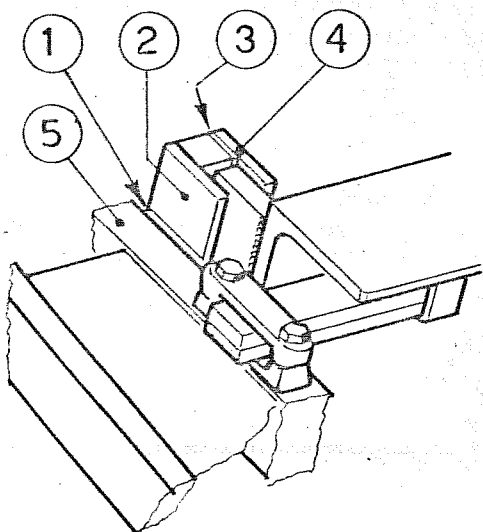

fig.12
8.8 -GIOCO NELLE GUIDE CARRELLI (fig. 12)